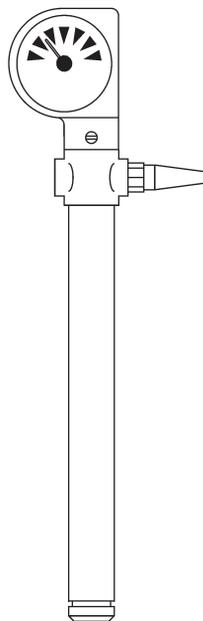

Fig. 5
1. Smontare il tappo antimanomissione (6) e con un cacciavite adatto posizionare l'indicatore (3) sulla graduazione intermedia (1).
2. Smontare il coperchio trasparente (2).
3. Smontare l'indicatore di temperatura (3).
4. Smontare le viti (5) di fissaggio della testa del quadrante.
5. Ruotare l'indicatore di 180° (Fig. 5).
6. Rimontare le viti di fissaggio della testa del quadrante (5).